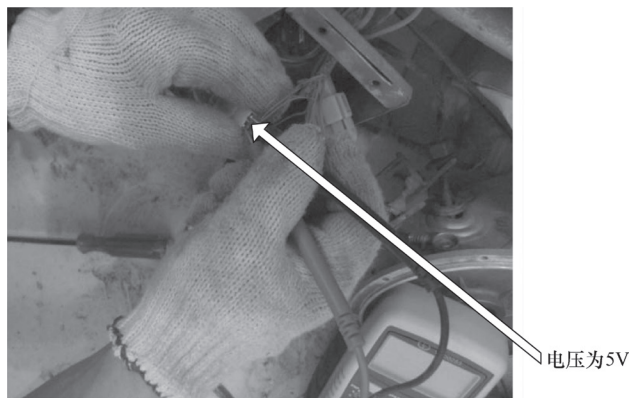

图 7-32 检测闸把开关和调速转把电源电压
2) 接着检测闸把开关和调速转把上的 5V 电源电压 (如图 7-32 所示), 也均正常。